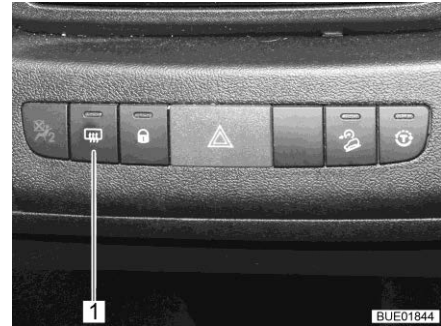

Fig. 35 Interruttore riscaldamento specchietti esterni
- Premere l'interruttore (Fig. 35,1) sul cruscotto. La spia di controllo nell'interruttore indica il funzionamento.